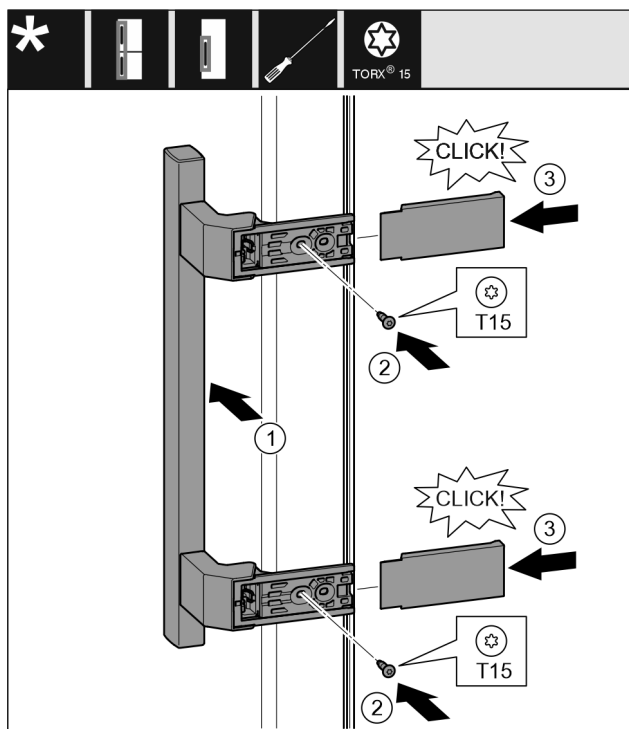

Fig. 12
- Sätt handtag på plats på motsatta sidan. Fig. 12 (1)
- Skruva fast skruvar med skruvmejsel T15. Fig. 12 (2)
- Sätt skydden på plats på sidan och skjut på dem. Fig. 12 (3)